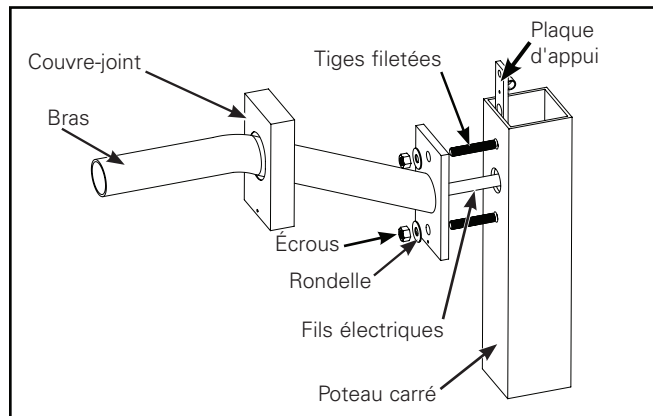
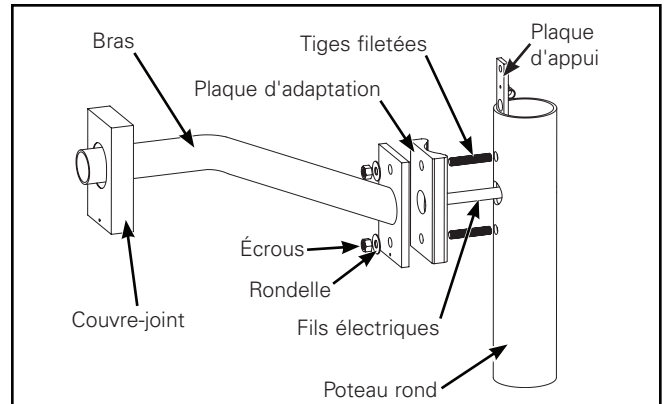

Figure 7.
Figure 8.
#### Crosse: Poteau carré (Figure 7.) et poteau rond (Figure 8.)
- Pour les poteaux ronds seulement – installez la plaque d'adaptation ronde en plaçant le côté rond face au poteau (Figure 8). Alignez les trous supérieurs et inférieurs.
- Pour les poteaux ronds seulement – installez la plaque d'adaptation ronde en plaçant le côté rond face au poteau (Figure 7). Alignez les trous supérieurs et inférieurs.